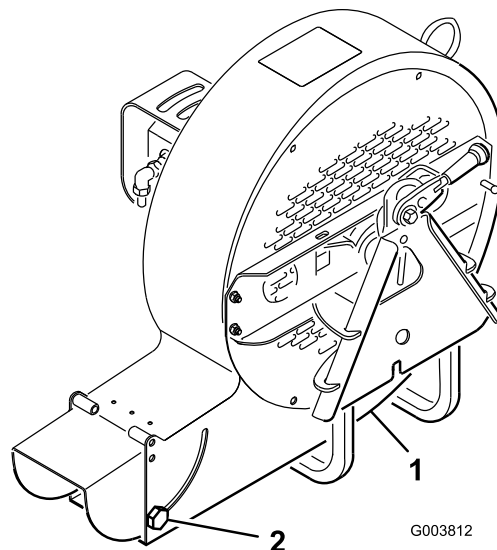

Figura 5
A abertura de descarga (Figura 5) é ajustável para aumentar ou diminuir a velocidade e volume da saída do ar. Diminuir a abertura de descarga aumenta a velocidade.
1. Desaperte os parafusos de montagem do deflector da abertura de descarga (Figura 5).